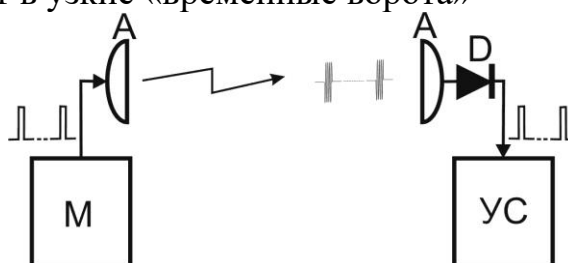
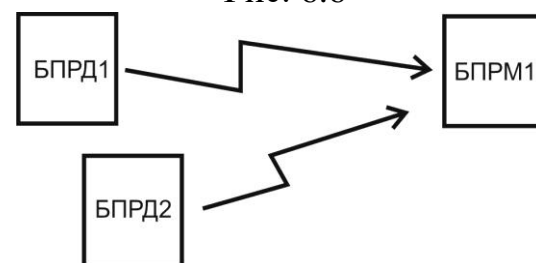

Рис. 6.6
Рис. 6.7
6.3.4.2 Антенна А БПРД, под управлением модулятора М, излучает в направлении антенны А БПРМ радиоимпульсы (см. рис. 6.6). Радиоимпульсы с выхода антенны А (БПРМ) поступают на детектор D, с выхода которого – на узел синхронизации УС. УС определяет их положение во времени и пропускает в узкие «временные ворота» для обработки и принятия решений. Идентификация «собственного» БПРД1 (рис.6.7) при «засветке чужим», рядом установленным, БПРД2 достигается выбором разных частотных литер БПРД1 и БПРД2, см п. 6.3.2.2.